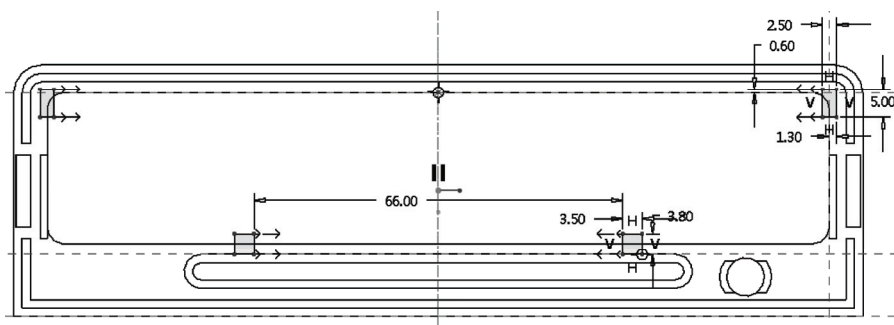

图 12-53 绘制截面
- 4) 绘制图 12-53 所示的截面, 单击 (确定) 按钮。